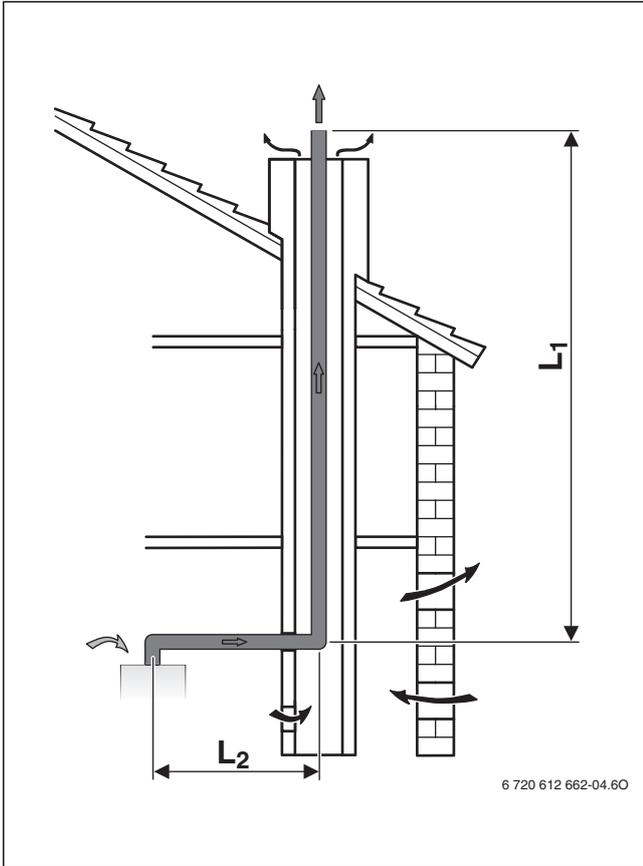

Fig. 7 Condotta di scarico gas combusti tramite camino secondo B_{23P}
- Se il sistema di aspirazione aria/evacuazione dei prodotti della combustione avviene in un camino retroventilato (→ fig. 7, 8 e 10), la pulizia non è necessaria.